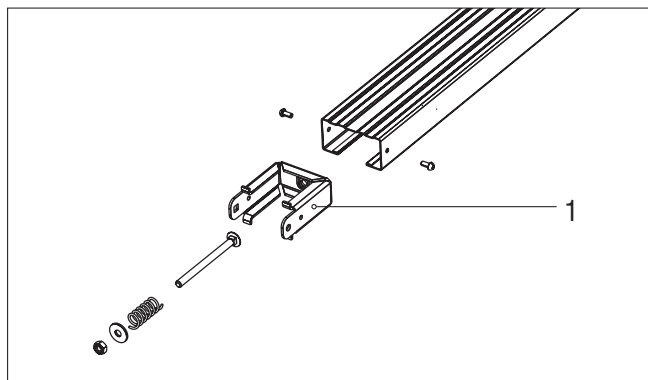

Рисунок 1
2. Разберите механизм натяжения цепи поз. 1 (рисунок 1).